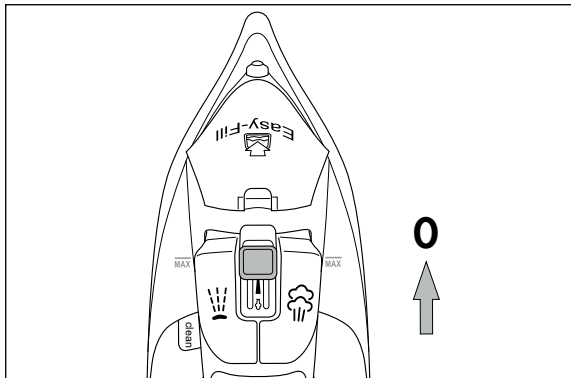

Fig. 2
- 1) Veillez à ce que le régulateur de vapeur **3** soit en position **0** (voir fig. 2).
- 1) Faites glisser le régulateur de vapeur ❸ jusqu'en haut sur la position 0 (pas de vapeur) (voir fig. 2).
- 2) Laissez chauffer le fer à repasser à vapeur jusqu'à ce que la LED de chauffage ❸ reste allumée sans clignoter.